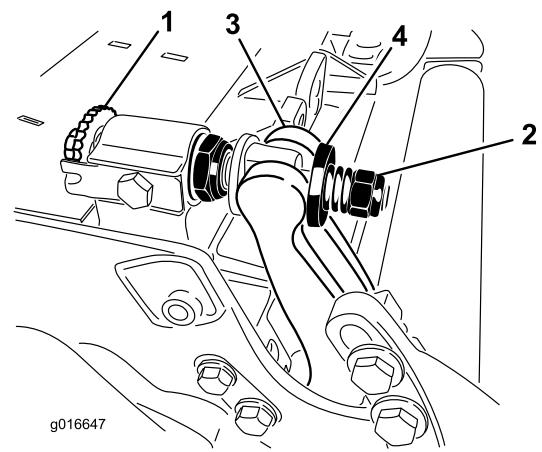

Bild 30
2. Drehen Sie die Federspannungsmutter so weit hinaus, bis die Scheibe nicht mehr gegen den Untermesserträger angespannt ist (Bild 30).
1. Drehen Sie die Einstellschrauben des Untermesserträgers nach links, um den Abstand zwischen Untermesser und Spindel zu vergrößern (Bild 30).